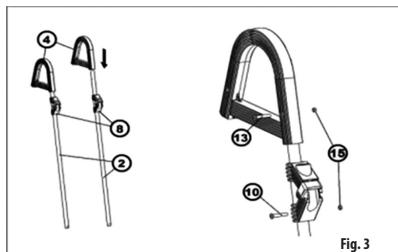

Fig.3
Introduisez les dispositifs de fixation de sécurité (8) puis les arcs en plastique (4) sur l'extrémité supérieure des tubes de support (2). Bloquez ces pièces à l'aide des vis et écrous correspondants (10, 13, 15). (**Fig. 3**) Serrez doucement et de façon continue les vis et, dès que vous sentez les vis patiner, desserrez-les un peu puis resserrez doucement